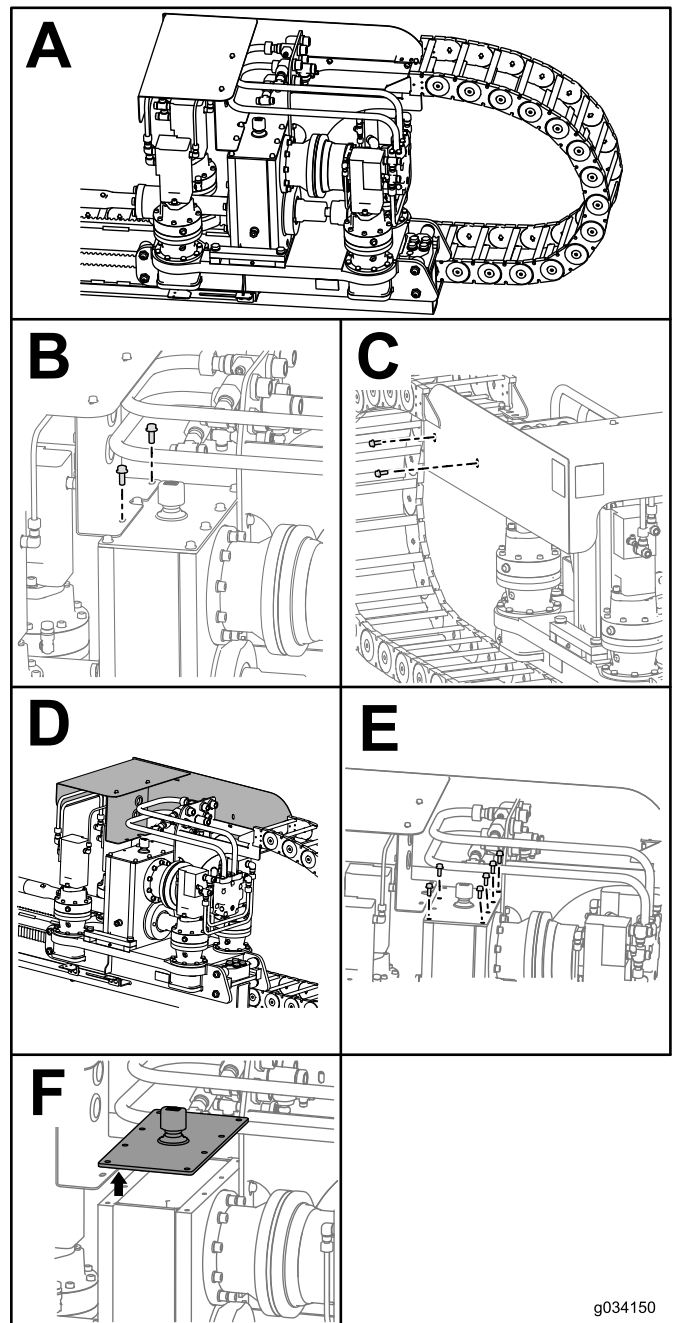

Figura 107
3. Retire los 2 pernos y las tuercas del protector del carro (**Figura 107**, B).
4. Retire los 2 pernos y las tuercas del lateral del protector del carro (**Figura 107**, C).
5. Deslice el protector del carro hacia adelante (**Figura 107**, D).
6. Retire los 6 pernos de la caja de engranajes (**Figura 107**, E).
7. Retire la tapa de la caja de engranajes y extraiga el aceite con sifón (**Figura 107**, F).
11. Vuelva a colocar la tapa en la caja de herramientas e instale los 6 pernos sin ajustarlos (Figura 107, E).
12. Vuelva a colocar el protector del carro en su lugar e instale los 2 pernos (Figura 107, C).
13. Instale los 2 pernos que sujetan el protector del carro a la caja de engranajes (Figura 107, B).